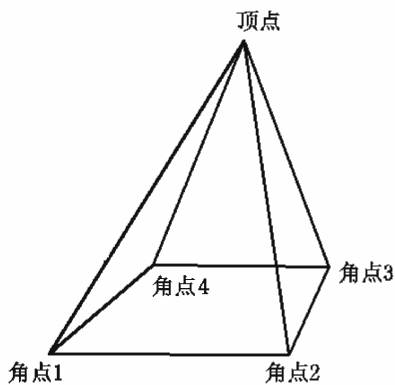

图 2-5 创建四棱锥表面
(1) 依次指定底面的四个角点后，再指定棱锥面的顶点，即根据 5 个点确定一个棱锥面，如图 2-5 所示。
(2) 依次指定底面的四个角点后，选择“棱 (R)”命令选项，分别指定两点定义棱锥面顶部的棱：